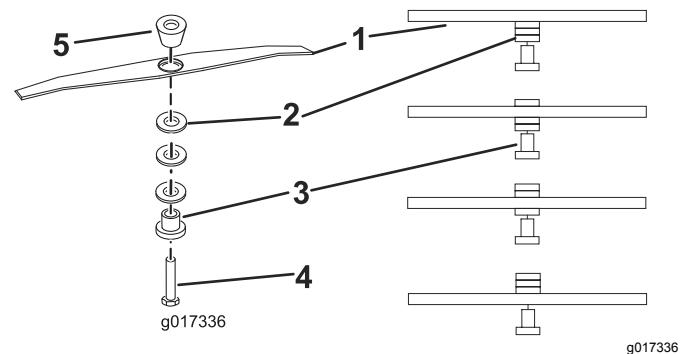

Figura 13
5. Reposicione os espaçadores à altura desejada, depois volte a instalar a unidade de corte como se mostra na Figura 13.